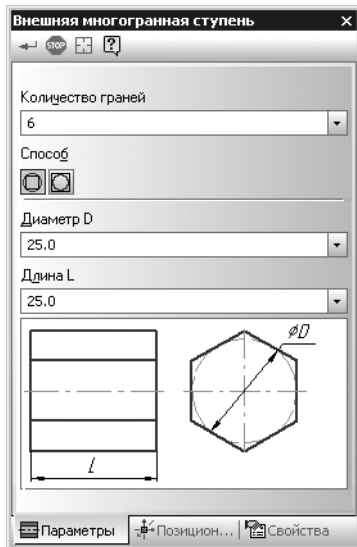

Рис. 11.7.
1. Раскройте на панели свойств **Внешняя многогранная ступень** вкладку **Параметры** (рис. 11.7).